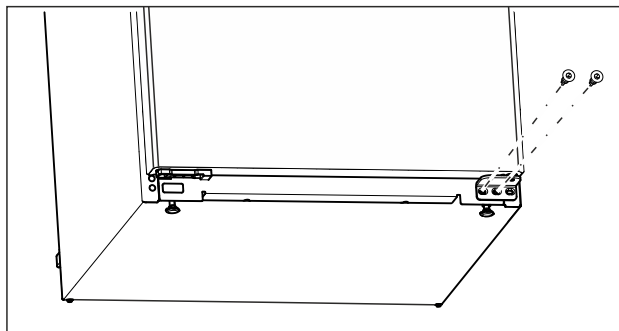

Fig. 10
- ▶ Выверните на нижнем опорном кронштейне центральный винт при помощи отвертки Torx 20. (см. Fig. 10)
- ▶ Выверните на нижнем опорном кронштейне внутренний винт при помощи отвертки Torx 20. (см. Fig. 10)